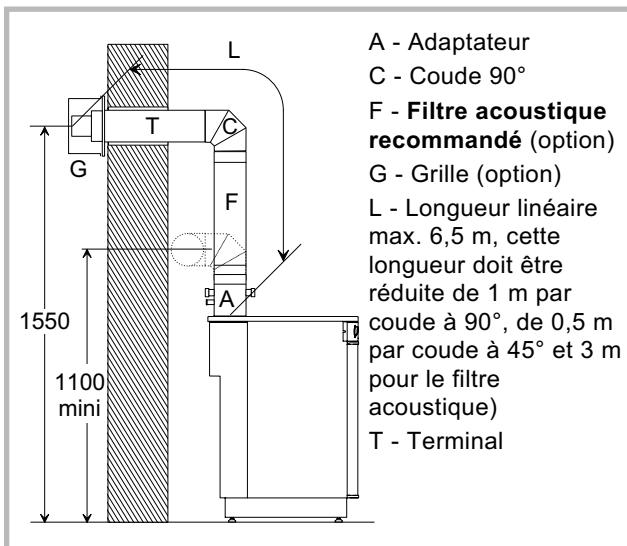

Figure 9
**Longueur linéaire maximum autorisée = 6,5 m à partir de l'adaptateur de la chaudière (L, fig. 9).**